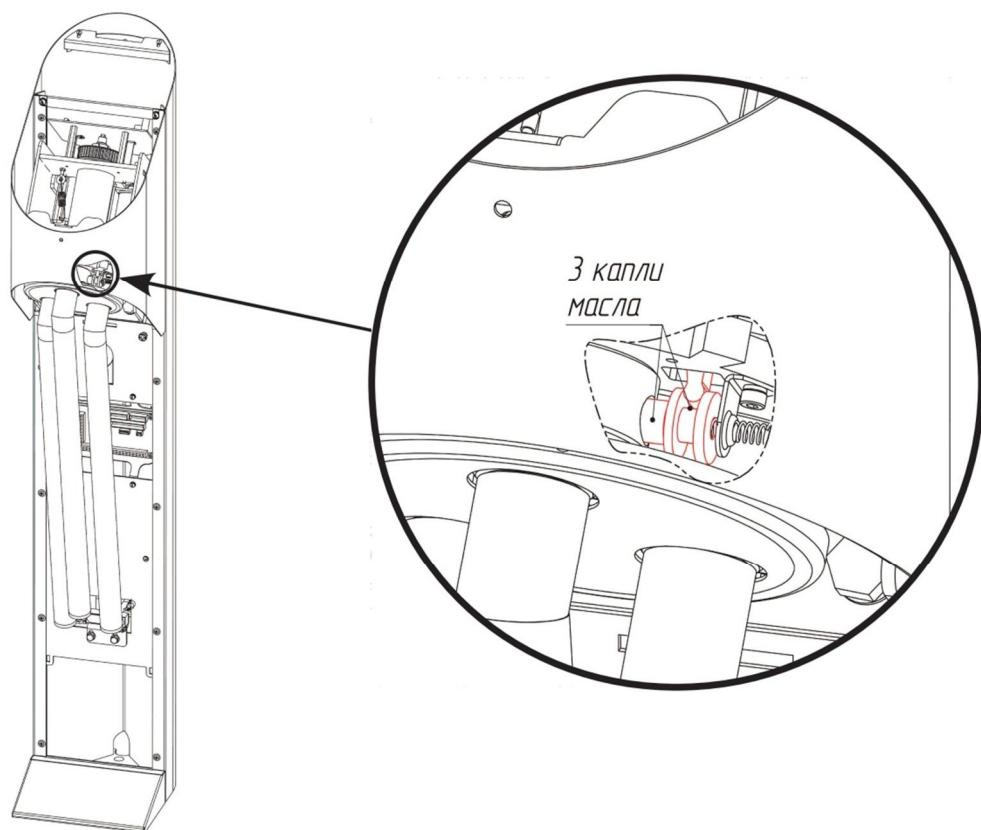

Рис. 16
5.5. Места соединения фиксатора и кулачка разблокировки планок (Рис. 16). Операцию необходимо проделать для всех планок, проворачивая диск. Отверстие на Рис. 16 показано условно.